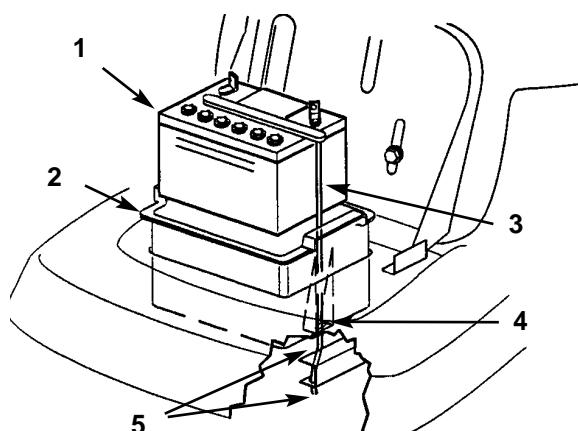

Fig. 21
5. Rimuovete il vaso contenitore della batteria, la batteria ed il tubetto lungo di sfiato dal telaio (Fig. 21).
1. Inserite la batteria nel vaso contenitore, quindi inserite il tubetto di sfiato nella scanalatura ed attraverso la fessura in fondo al vaso contenitore (Fig. 21).
**IMPORTANTE:** Guardate nella feritoia dove il vaso contenitore della batteria si inserisce nel telaio, ed osservate il foro in fondo all'elemento destro del telaio (Fig. 21). Inserite sempre il tubetto lungo di sfiato della batteria attraverso questo foro per impedire che l'acido della batteria non corrod় il trattorino o il tosaerba.